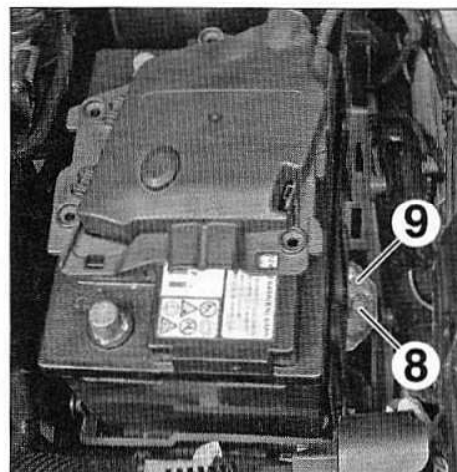

FIG.2
- Déposer (Fig.2) :
- la vis (8),
- la bride (9),